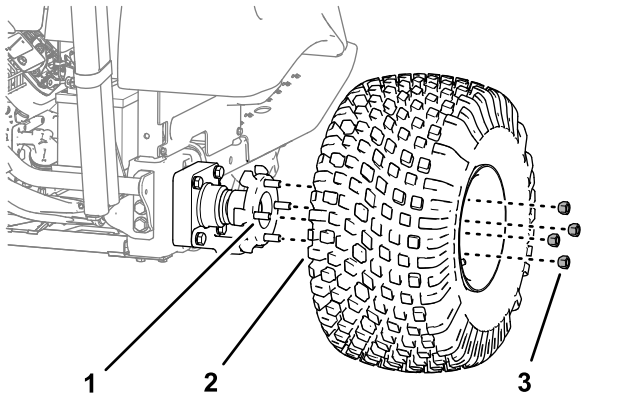

Figure 30
2. Retirez les 4 écrous qui fixent la roue au moyeu, puis déposez la roue complète (pneu et jante) (Figure 30).
7. Montez la roue complète sur les goujons du moyeu (Figure 30) à l'aide des 4 écrous de roue que vous avez retirés à l'opération 2, et serrez les écrous à la main.